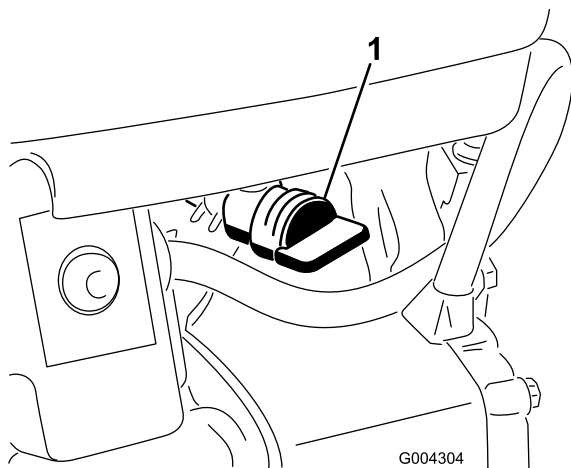

Рисунок 20
4. Откройте отсечной кран топлива, расположенный под топливным баком (Рисунок 20).
5. Закройте топливный отсечной кран (Рисунок 20).